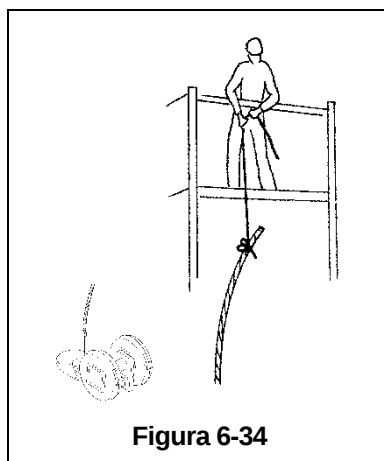
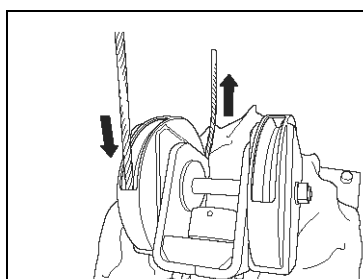

Figura 6-34
Figura 6-35
- 21) Después de completar la instalación del Cable de Acero a través de la Guía de Cable, coloque la Caja de Gancho Inferior en el piso de manera que quede posicionado perpendicular al polipasto. Lenta y cuidadosamente, inserte el extremo del cable en el bloque inferior como se muestra en la **Figura 6-35**. Para facilitar la inserción del cable, coloque temporalmente un cable en el extremo del Cable de Acero con cinta adhesiva y use el cable para tirar del Cable de Acero a través de la primera Polea de la Caja del Gancho Inferior. Ate firmemente una cuerda o cordón al extremo del Cable de Acero y jale el Cable de Acero hasta el polipasto desde el andamio / plataforma (consulte la **Figura 6-34**).